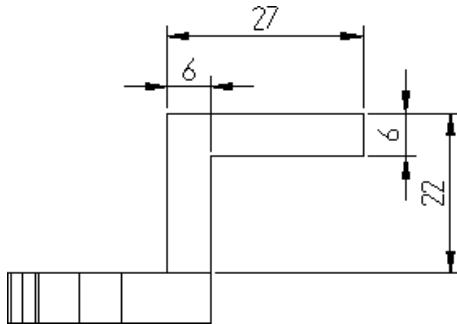

图 7-105 创建支撑部分的截面
- 01 创建支撑部分的截面。将层别设为图层1，“屏幕视角”为“右视图”，“绘图平面”“右视图”，构图深度为0。单击“基本绘图”工具栏中的“绘制任意线”按钮 A_L ；单击“直线”工具栏中的按钮 L ；在“自动抓点”工具栏中“X、Y、Z”坐标输入框内输入第一条直线的起点坐标(14, 7, 0)，然后在 X 输入框中输入16，并选中 I 按钮，向上并按回车键创建第一条直线；再选中 E 按钮，在 Y 输入框中输入21，方向向左并按回车键创建第二条直线；再按同样的方法创建其他直线，其尺寸如图7-105所示。